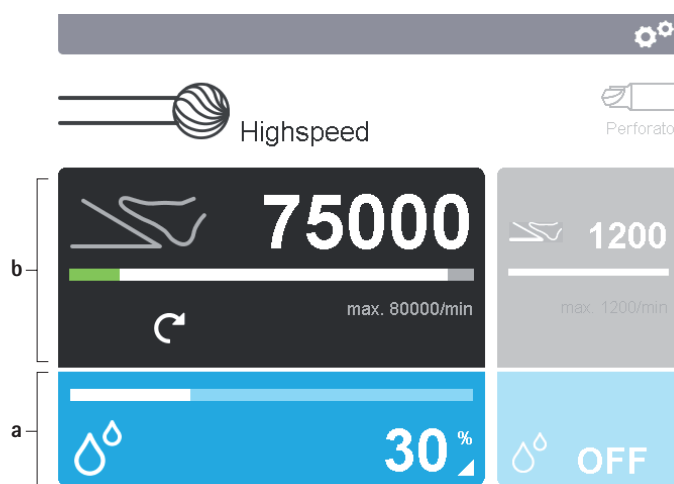

Fig. 5 Attivazione campi di comando
- ▶ Modificare i parametri di impostazione del motore/manipolo: Attivare il campo di comando del motore/manipolo **b** sul display **2**, vedere Fig. 5.